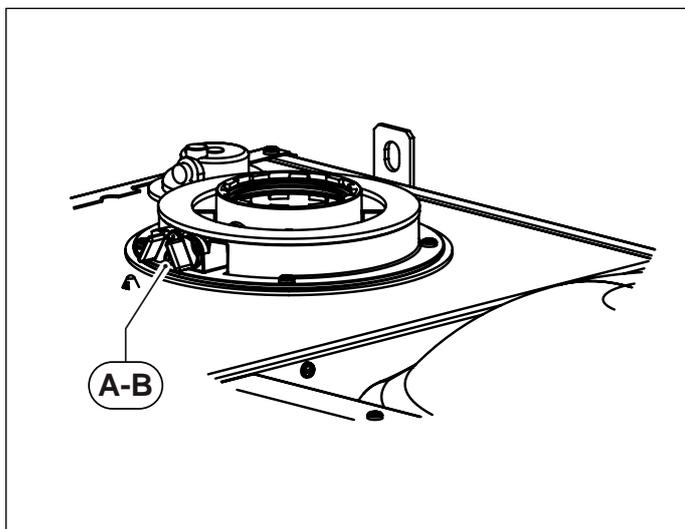
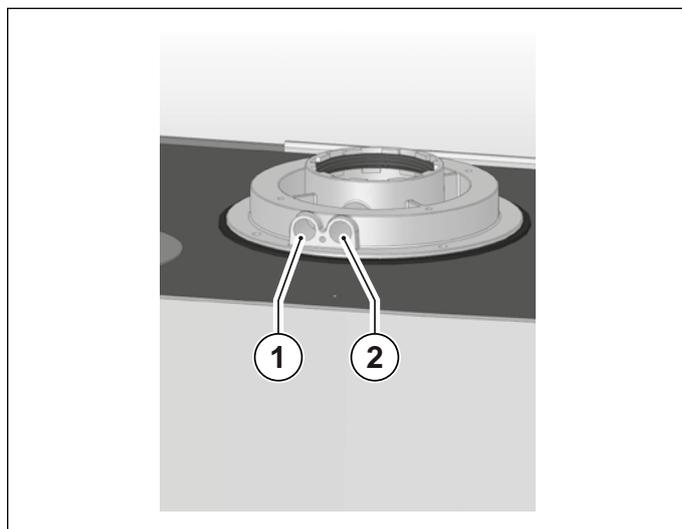

Fig. 19 Posizione tappi
Fig. 20 Posizione fori
La caldaia è provvista di una torretta per il collegamento della tubazioni di aspirazioni aria/scarico fumi (vedi Fig. 19 Posizione tappi e Fig. 20 Posizione fori).
Nella torretta sono stati predisposti dei fori per l'accesso diretto all'aria comburente ed allo scarico dei fumi (vedi Fig. 20 Posizione fori).
Prima di effettuare le misurazioni togliere i tappi **A** e **B** dai fori predisposti sulla torretta (vedi Fig. 19 Posizione tappi).
- misura dell'aria comburente prelevata nell'apposito foro **1** (vedi Fig. 20 Posizione fori).
- misura della temperatura fumi e della CO₂ prelevata nell'apposito foro **2** (vedi Fig. 20 Posizione fori).